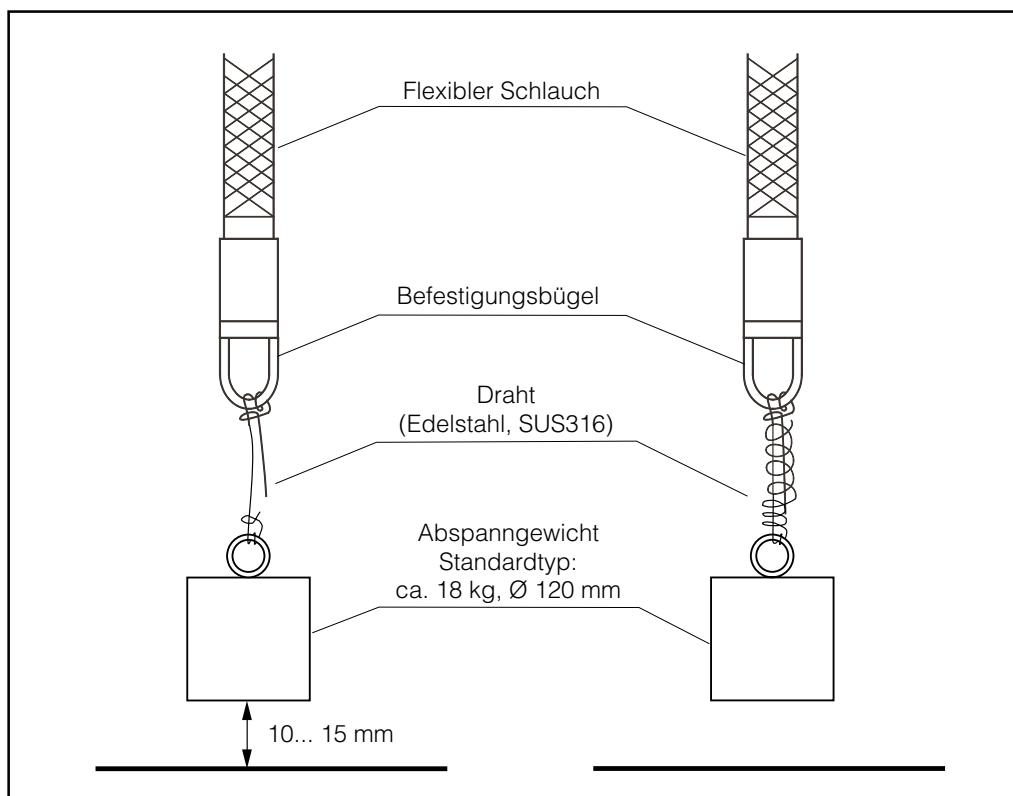

Abb. 12:
- 4) Den Spanndraht zweimal um jeden der Befestigungsbügel schlingen und mit Sicherungsdraht umwickeln (siehe Abb. 12).
- 4) Den Spanndraht zwischen dem unteren Schlauchende und dem Abspanngewicht anspannen. Den Spanndraht zweimal um jeden der Befestigungsbügel schlingen und mit einem Sicherungsdraht umwickeln (siehe Abb. 12).